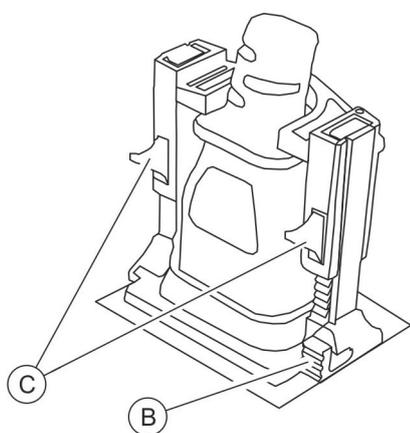

Fig. 17 : Montage de l'étrier de verrouillage
3. ➤ Faire glisser l'étrier de verrouillage par le haut sur les tiges pour fixer la fiche (Fig. 17).
Pour défaire la fixation, l'étrier de verrouillage ou les tiges doivent être défaits avec le levier de déverrouillage (Fig. 17 /A et B).